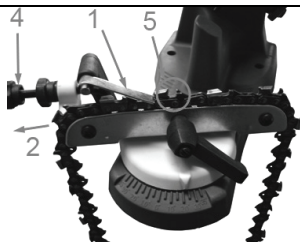

Rys. 4
- Powtórz przedstawione kroki tak, aby naostrzony został każdy ząb (do szlifowania zębów przeciwnej strony należy głowę szlifierki nastawić na identyczny kąt przeciwnej strony; patrz również rys. 4)